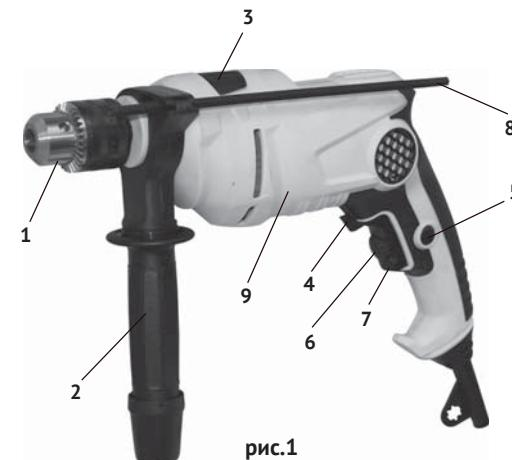

рис.1
1.3 Механизм дрели расположен в пластиковом корпусе (рис.1 поз.9), состоящем из двух частей: правой и левой. Крутящий момент с якоря электродвигателя через шестерню, передаётся на шпиндель, соосный с двигателем. На резьбу шпинделя крепится ключевой сверлильный патрон (рис.1 поз.1).
1.4 Клавиша выключателя (рис.1 поз.7) расположена в передней части рукоятки. В клавишу вмонтирован диск регулятора оборотов (рис.1 поз.6). С его помощью можно изменять скорость вращения шпинделя в пределах от 0 до 2900 об/мин. Это позволяет выбрать оптимальный режим работы, в зависимости от просверливаемого материала и установленного сверла. Слева на рукоятке расположена кнопка фиксации клавиши выключателя в рабочем положении (рис.1 поз.5).
Над клавишой выключателя находится рычажковый переключатель реверса (рис.1 поз.4). В нейтральном положении он выполняет функцию блокировщика клавиши от случайного включения. Стрелками указывается направление вращения патрона.
Для удобства работы с дрелью, она комплектуется дополнительной рукояткой (рис.1 поз.2). Рукоятка может быть установлена в любом, удобном для работы, положении. В зажимное кольцо рукоятки, при необходимости вставляется стержень ограничения глубины сверления (рис.1 поз.8).
Сверху на корпусе дрели расположен переключатель режимов (рис.1 поз.3). Он фиксируется в одном из двух положений, отмеченных символами на корпусе: «сверло» - сверление, «молоток» - сверление с ударом. При переключении в режим «сверление с ударом», включается храповиковый ударный механизм.
- удерживая клавишу, нажатием кнопки (рис.1 поз.5), фиксируем клавишу в рабочем положении;